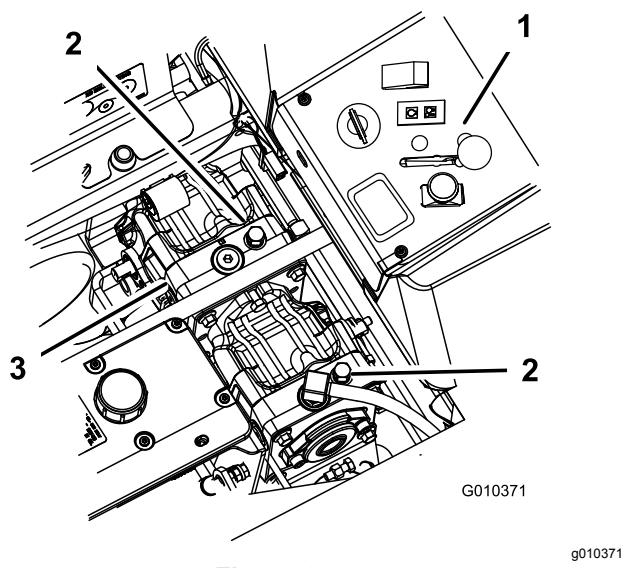

Figura 35
3. Gire las válvulas de desvío una vuelta en sentido antihorario para empujar la máquina (Figura 35).
Gire las válvulas de desvío una vuelta en sentido horario para conducir la máquina (Figura 35).